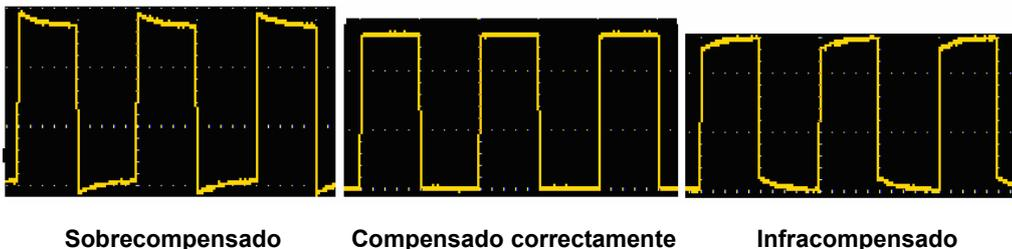

Figura 3-6 Formas de onda mostradas de la compensación de la sonda
2. Verifique las formas de onda mostradas y ajuste la sonda hasta que se logre una compensación correcta (ver *Figura 3-6* y *Figura 3-3-7*).